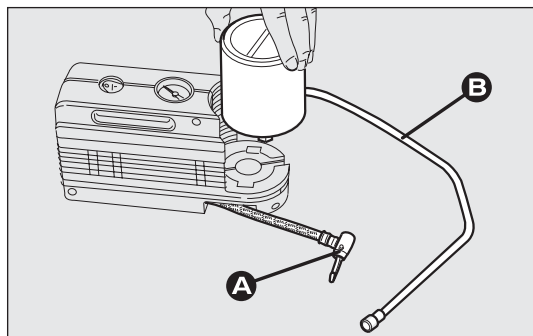

fig. 134
- ☐ disinserire l'innesto A-fig. 134;